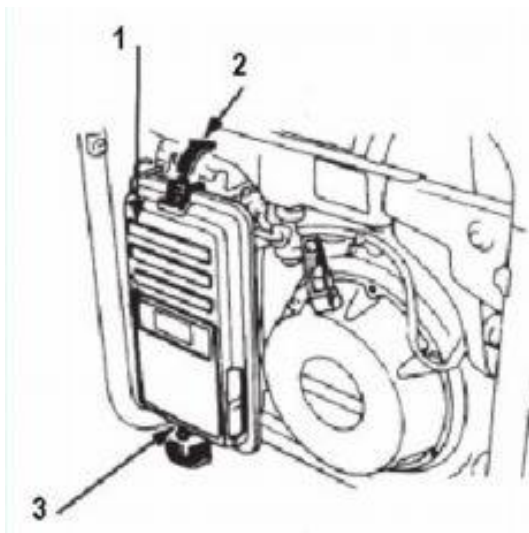
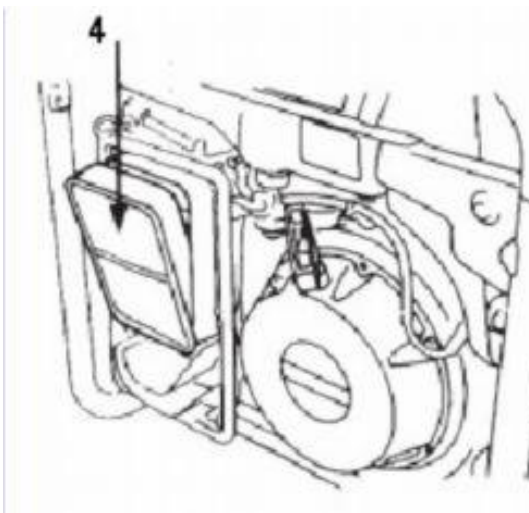

Рис.6 Снятие воздушного фильтра
Рис.7 Снятие фильтрующего элемента
8.7.1. Отстегнуть зажимы (2,3) крышки воздушного фильтра (1), см.рис.6 снять крышку и достать фильтрующий элемент (5), см.рис.7.